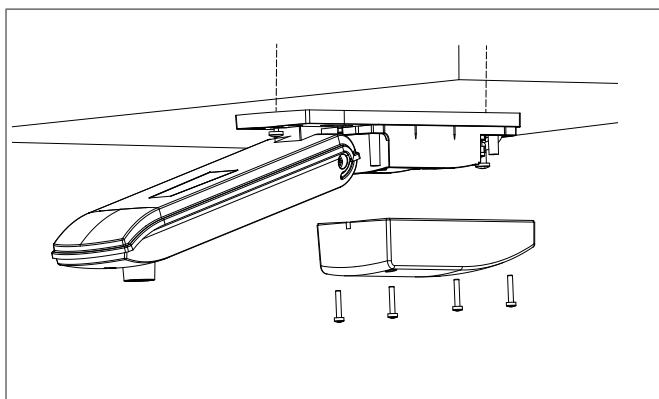

Abb. 5: Deckenmontage
- Befestigen Sie die Wetterstation mit den beiliegenden Schrauben und Dübeln wie abgebildet auf einem geeigneten Untergrund (Abb. 5).